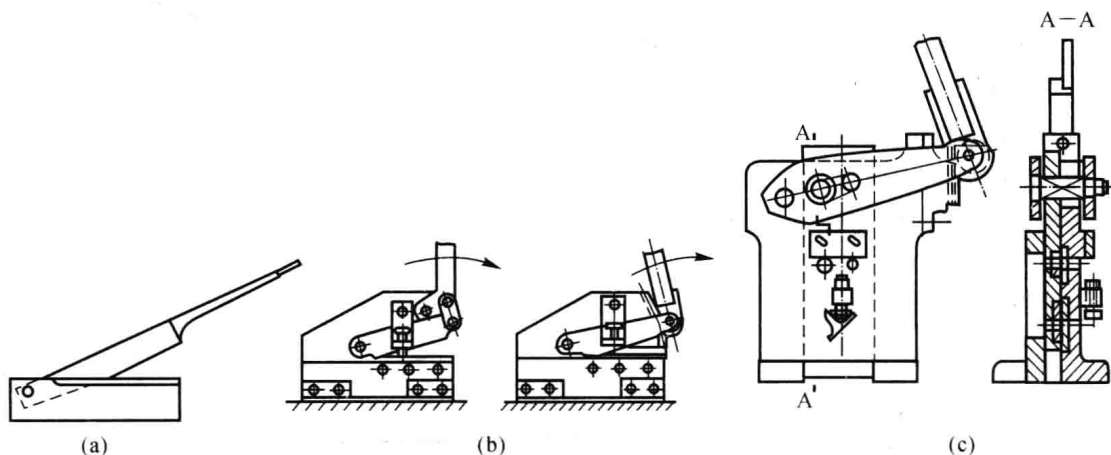

图 1.8 台剪
(3)台剪。如图 1.8(a)所示为小型台剪。由于手柄较长,利用杠杆的作用可产生比手剪刀大的剪切力,可剪切 3~4 mm 厚的钢板。如图 1.8(b)所示为杠杆式大型台剪,它利用两级杠杆的作用,可剪切厚度达 10 mm 的钢板,为防止板料在剪切时移动,装有能调节的压紧机构。如图 1.8(c)所示为封闭式机架的手动剪切机,扳动手柄时,能使剪刀板在机架中作上下运动,刀板上制有圆形、方形及 T 形等形状的刀刃,与固定在机架上的刀刃形状一致,剪切时只要将被剪切材料置于相应的刀孔中,并用止动螺钉或压板压紧,扳动手柄即可完成剪切。